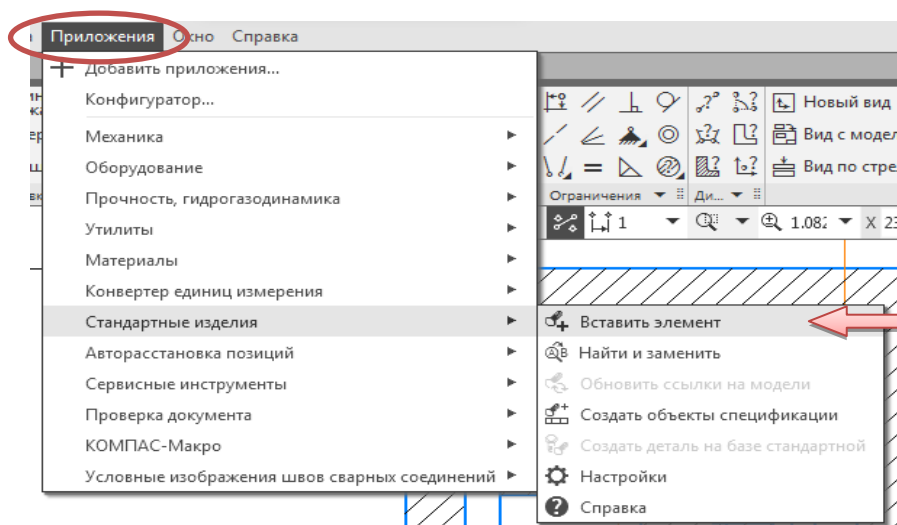
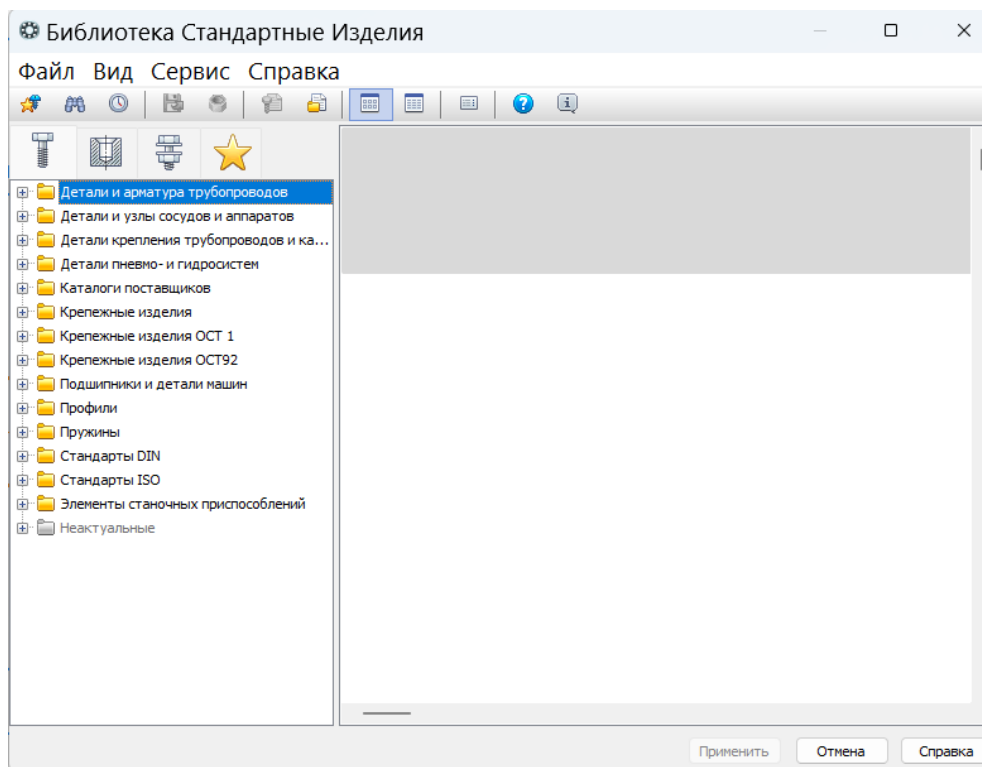

Рис. 4.30. Запуск библиотеки стандартных изделий
Рис. 4.31. Окно библиотеки стандартных изделий
Стандартные изделия, в том числе крепежные элементы, находятся в меню Приложения → Стандартные Изделия (рис. 4.30). При запуске Библиотеки стандартных изделий на экране откроется окно, показанное на рис. 4.31.
**Добавление стопорных шайб и винтов крепления планки к кронштейну.** Деталь «Планка» необходимо прикрепить к «Кронштейну» двумя винтами М4х0,7х8 ГОСТ 17473–80 и шайбами 2,4 ГОСТ 10462–81. Стандартные изделия, в том числе крепежные элементы, находятся в разделе «Приложения» → «Стандартные Изделия» (см. рис. 4.30, 4.31).